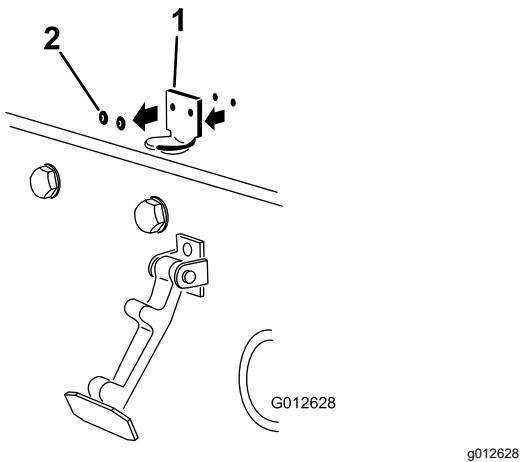

Figura 3
2. Retire os dois rebites que prendem o suporte do trinco do capot ao capot (Figura 3). Retire o suporte do capot.